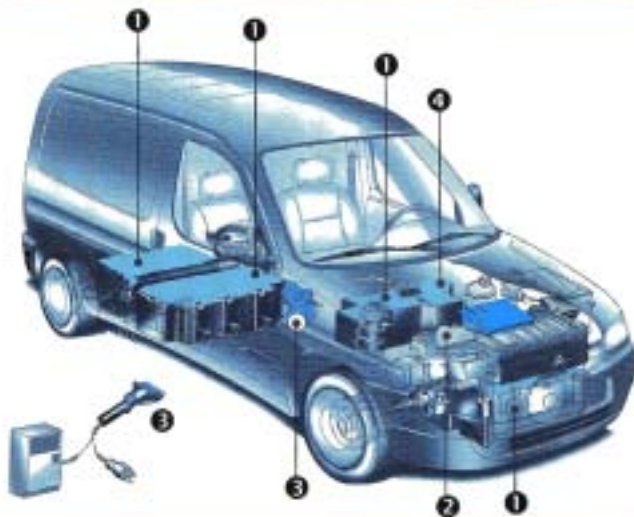

Figure 24.1 • Voiture électrique
- **tout électrique** (figures 24.1 à 24.17) ;